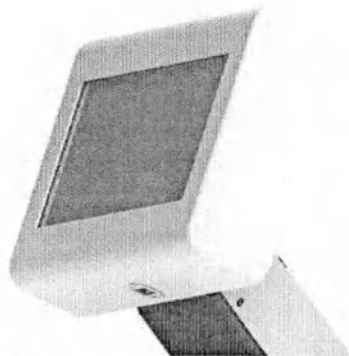

Рисунок 3.12 – Порт USB
3.3.9 USB – порт расположен в нижней части корпуса панели управления (Рисунок 3.12). USB – порт предназначен для подключения внешнего накопителя данных (USB-флеш-накопитель). На внешний накопитель данных могут быть сохранены программы, настройки и конфигурации, данные статистики.